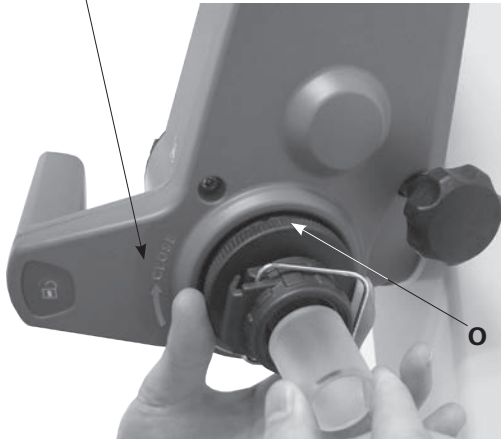

Fig.14a
- 드라이브 헤드의 잠금 장치 (O)를 시계 반대 방향으로 60°를 돌려서 열어 줍니다. (Fig.14a)